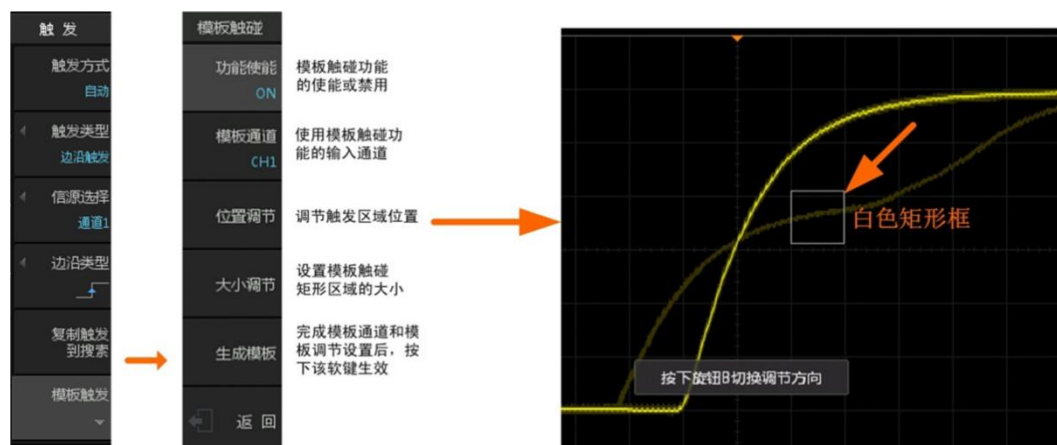

图 10.11 模板触发功能菜单
某些信号出现频率低，无法观察其特征，难以通过标准触发将信号触发出来的情况下，模板触发对特殊信号的触发提供了便利。模板触发功能菜单如图 10.11 所示。
- 3、点击【Trigger】进入触发菜单，点击菜单右侧相应软键【模板触发】，设置【模板使能】为“ON”，如图 10.11 所示，屏幕上出现一个白色矩形框；